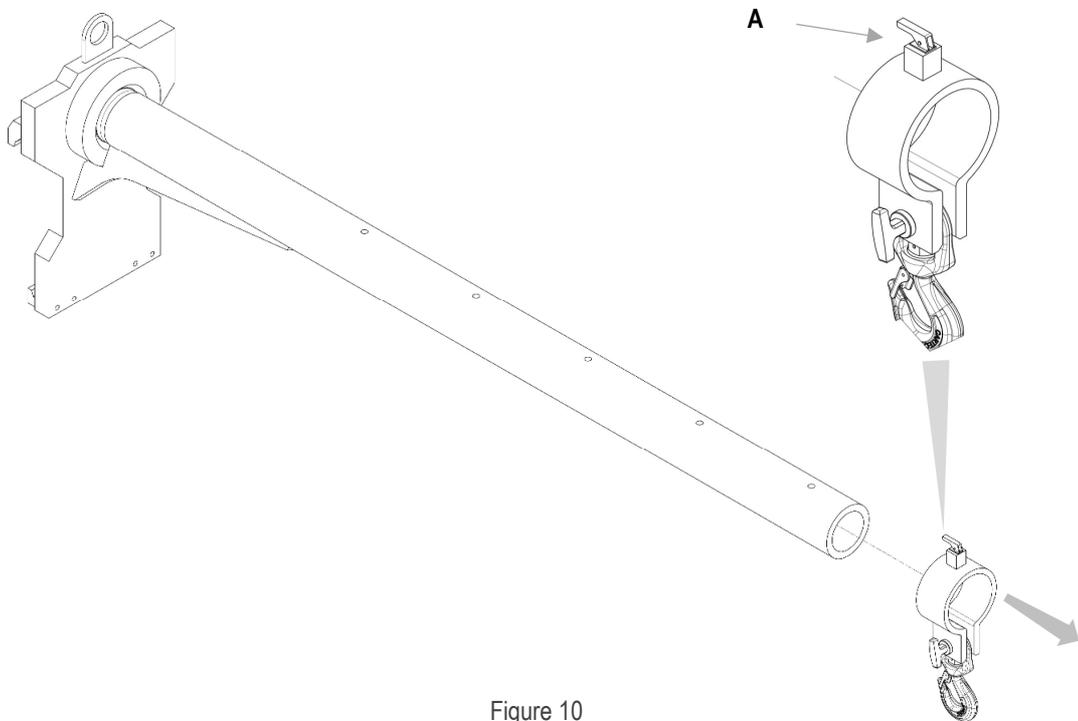

Figure 10
2. Soulever le cliquet (A) et faire glisser le collier (Figure 10)